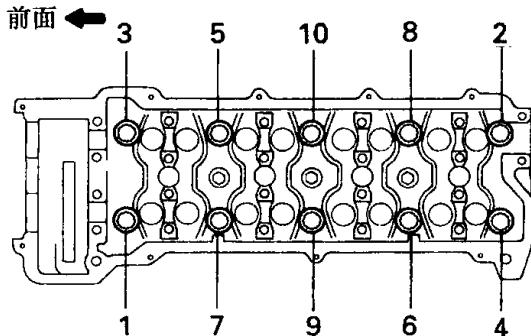

图1-1-8 汽缸盖拆卸
③轮流松开并拆下第3号轴承盖的两个螺栓，凸轮轴应能平直地取出，如果不能，应重新拧紧第3号轴承盖螺栓，再按从第③步到第①步的相反顺序操作，并重新设定进气凸轮轴锁销孔在上止点前 $75^{\circ} \sim 100^{\circ}$ ，再进行一次从第②步至第③步的步骤。千万不能用任何工具或物体强行撬起凸轮轴。
④拆下第3号轴承盖和凸轮轴。
(4)汽缸盖拆卸。用12边套筒扳手按图1-1-8所示编号顺序，分两步或3步逐渐地拧下10个缸盖螺栓。注意：如果不按规定的顺序拧下螺栓，会引起汽缸盖的弯曲变形或断裂。
①用12边套筒扳手,首先按图1-1-8所示编号相反顺序,分几步逐渐拧紧汽缸盖螺栓,拧紧力矩为39N·m,如果任何一个螺栓不能达到标准扭矩,应更换螺栓。